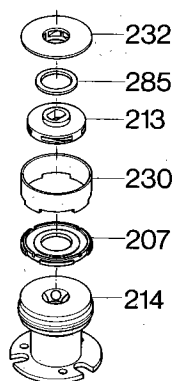

Fig. 1
Placer la bague intermédiaire et le joint sur l'entretoise, pos. 214. Monter la roue mobile, pos. 213, sur l'arbre et la presser contre le joint, pos. 207. Le collet de la roue mobile doit se positionner dans le trou du joint. Monter la rondelle, pos. 285, sur la roue mobile. Monter les aubes de guidage, pos. 232, sur la bague intermédiaire, voir fig. 1.